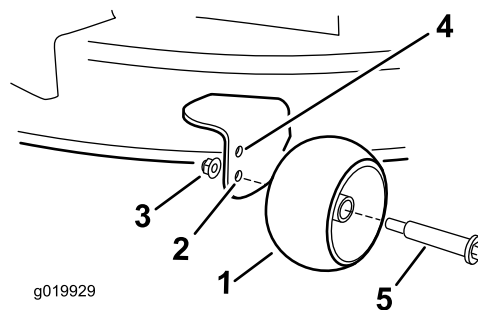

Figure 22
- Trou supérieur – utilisez cette position avec le plateau de coupe à une hauteur de coupe inférieure ou égale à 63 mm (Figure 22).
- Trou inférieur – utilisez cette position avec le plateau de coupe à une hauteur de coupe égale ou supérieure à 76 mm (Figure 22).